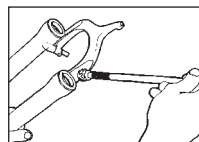

Fig. 8
11. Applicare un po' di nuovo e migliorato grasso Judy Butter alla superficie delle quattro boccole, all'interno dei tubi inferiori e riempire completamente la sacca fra i bordi della guarnizione Resi-wiper. Usare una prolunga per chiave a tubo avvolta in un nastro di tela impregnato di grasso Judy Butter per raggiungere l'interno dei tubi inferiori (vedere Fig. 8).